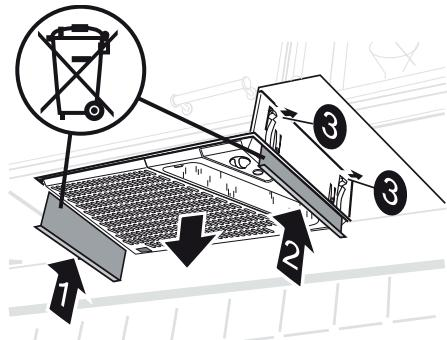

Fig. 23
Pressen die Demontageplatten (1 und 2) nach oben zwischen Dunstabzugsgeläuse und Aufhängerahmen, um die Federn (3) freizugeben. Ziehen Sie das Dunstabzugsgeläuse vom Aufhängerahmen herunter, Fig. 23.